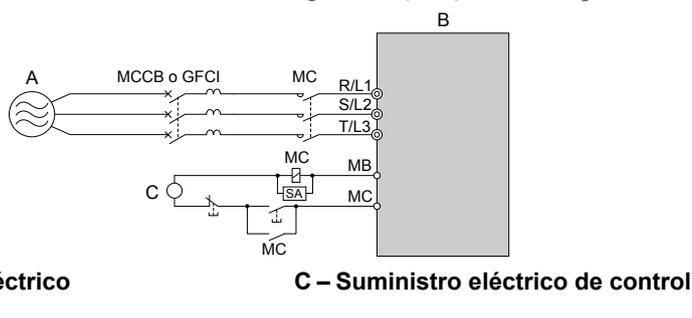

Figura 8.23 Cableado de interrupción del suministro eléctrico (ejemplo)
- Si hay varios variadores conectados a un MCCB o GFCI compartido con otro equipo, use una secuencia que desconecte la energía en caso de salida de errores usando un contactor magnético (MC) como el que se observa en la Figura 8.23.